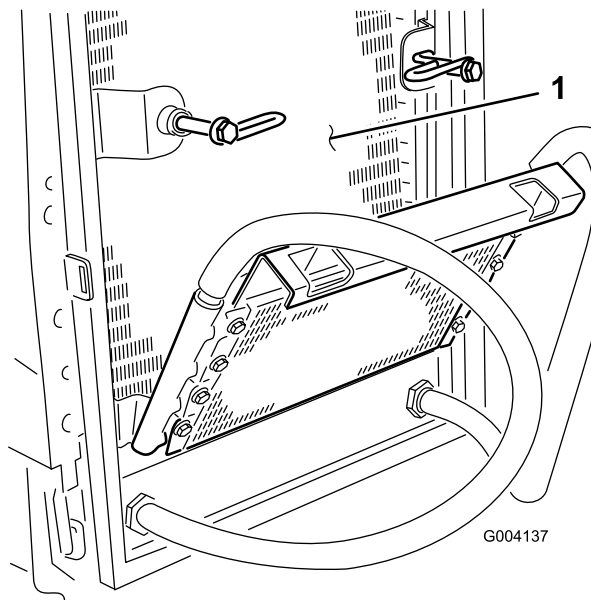

Рисунок 66
6. Тщательно очистите обе стороны маслоохладителя и радиатора (Рисунок 66) сжатым воздухом.